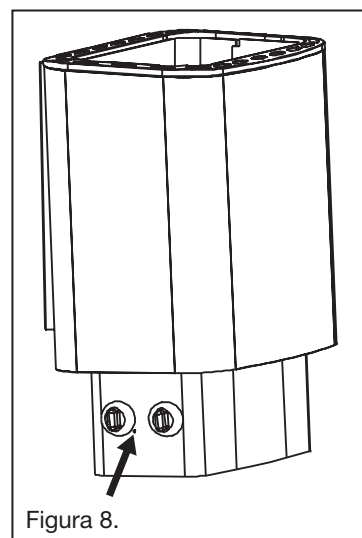

Figura 8.
- Se la temperatura della sauna sale eccessivamente, il regolatore di temperatura spegne la stufa. Il regolatore di temperatura può essere riacceso premendo un attrezzo appuntito nel foro di 3 mm di diametro all'estremità della scatola elettrica (Figura 8).